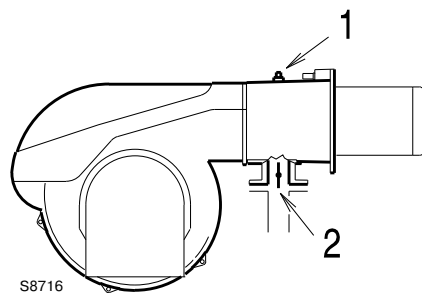

Рис. 24
Давление газа, измеряемое на штуцере 1)(Рис. 24), с:
Потеря нагрузки дроссельного клапана для газа 2)(Рис. 24) с максимальным открыванием: 90°.
- вычесть из давления газа на штуцере 1)(Рис. 24) давление в камере сгорания.
Для того, чтобы узнать давление газа, необходимое на штуцере 1)(Рис. 24), определив максимальную мощность модуляции, при которой должна работать горелка:
- Посмотреть справа в колонке 1 давление на штуцере 1)(Рис. 24).
необходимое давление на штуцере 1)(Рис. 24).